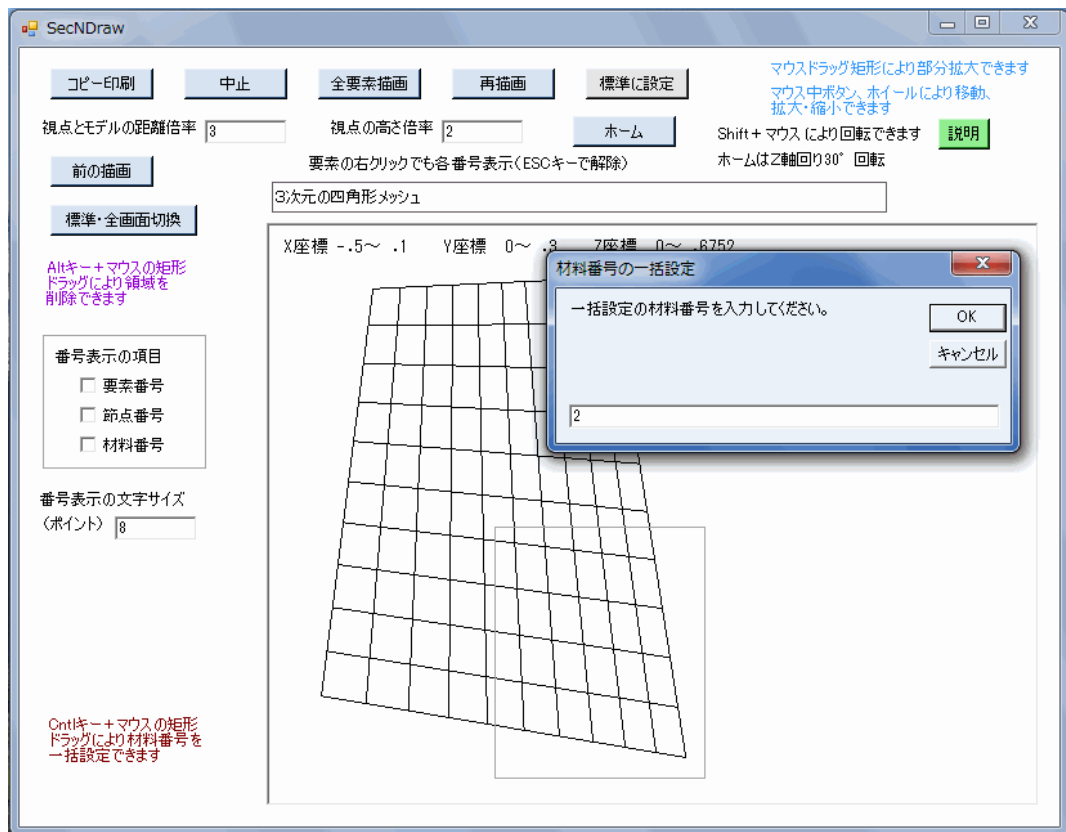
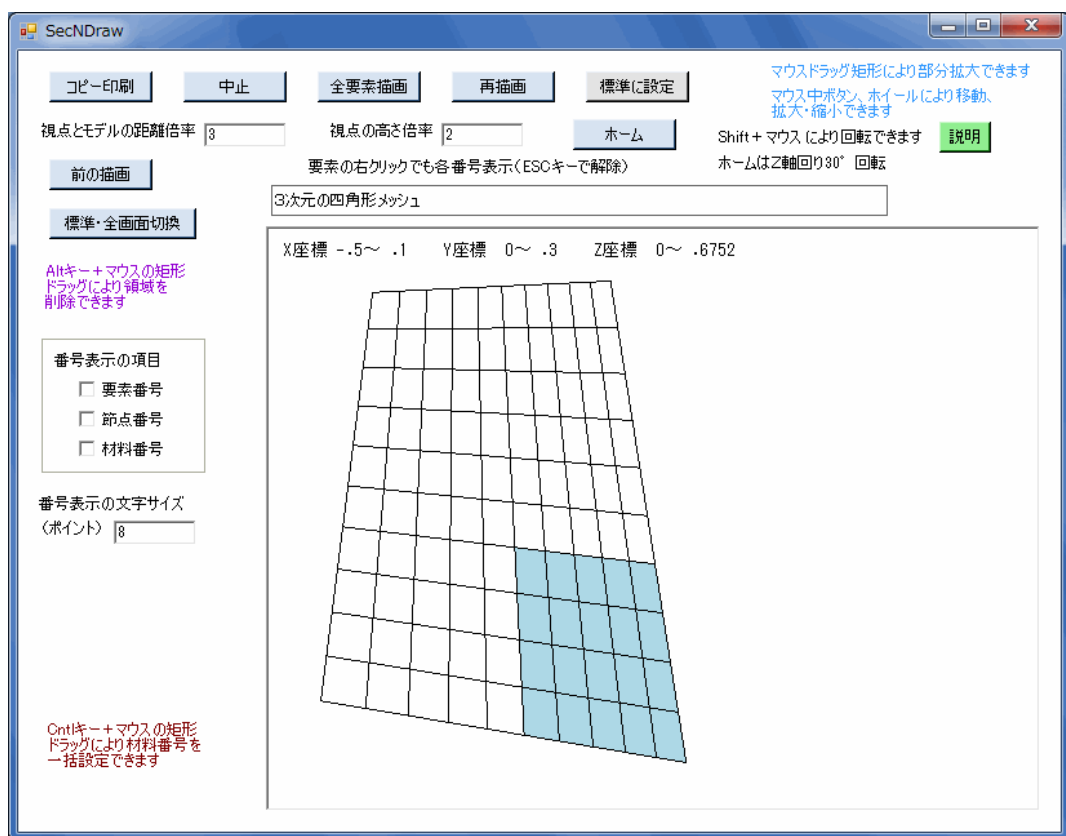

図10-7 平面作画の「Ctrlキー+マウス」ドラッグ矩形による材料番号設定画面例
図10-8 平面作画の「Ctrlキー+マウス」ドラッグ矩形による材料番号変更結果
3) 「Ctrlキー+マウス」で矩形ドラッグすると、図10-7のように材料番号変更ダイアログ出て、新たな番号を設定できます。その結果を図10-8に示します。